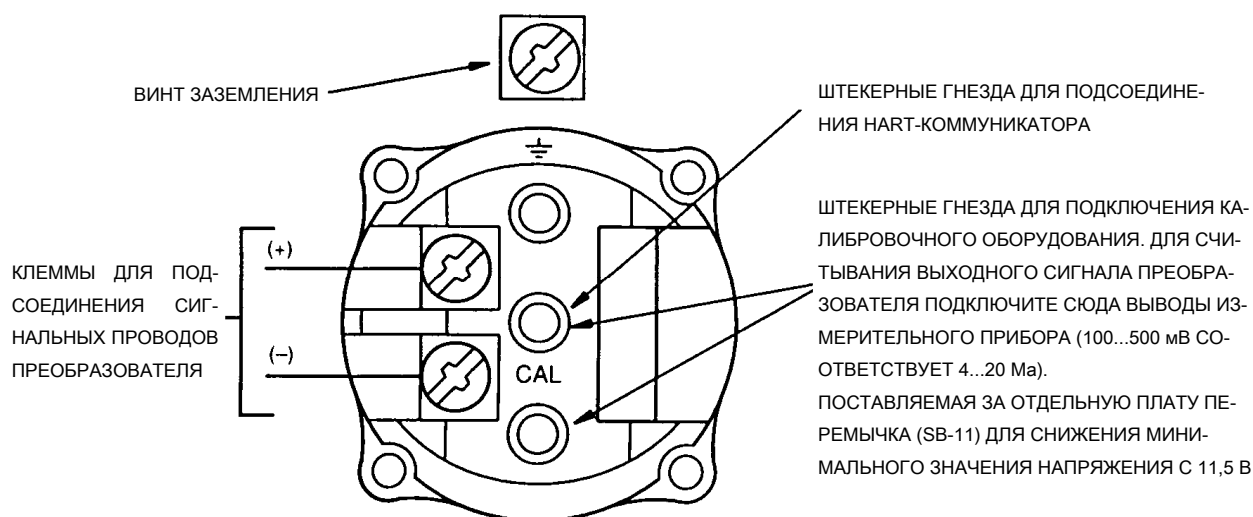

Рис. 7. Маркировка электрических клемм
Для получения доступа к электрическим клеммам преобразователя отведите фиксатор (если он предусмотрен) в направлении корпуса, чтобы освободить резьбовую крышку и снимите крышку с клеммной коробки как показано на рис. 6. Клеммная коробка маркирована выбитой на корпусе надписью «FIELD TERMINALS» (Электрические клеммы). Маркировка клемм показана на рис. 7
6. Подсоедините провода источника питания и контура приемного устройства к положительной и отрицательной клеммам, показанным на рис. 7.